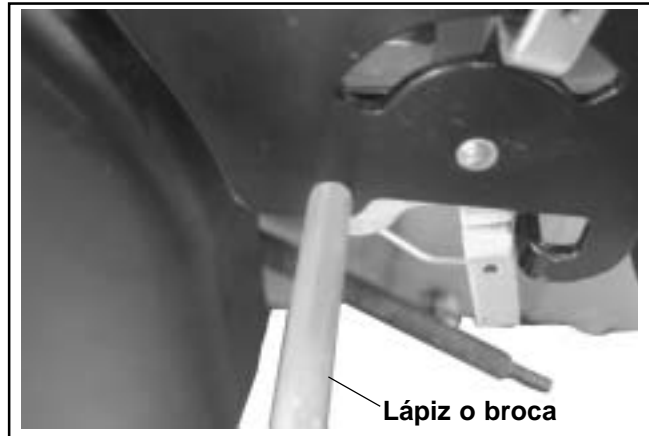

Figura 5-15. Alineación de los orificios del soporte del control de velocidad y de la palanca del acelerador.
- Alinee el orificio de la palanca del acelerador con el orificio del soporte del control de velocidad introduciendo un bolígrafo o una broca de 6,35 mm (1/4 in). Ver Figura 5-15.
3. Alinee el orificio de la palanca del acelerador con el orificio del soporte del control de velocidad introduciendo un bolígrafo o una broca de 6,35 mm (1/4 in). Ver Figura 5-15.